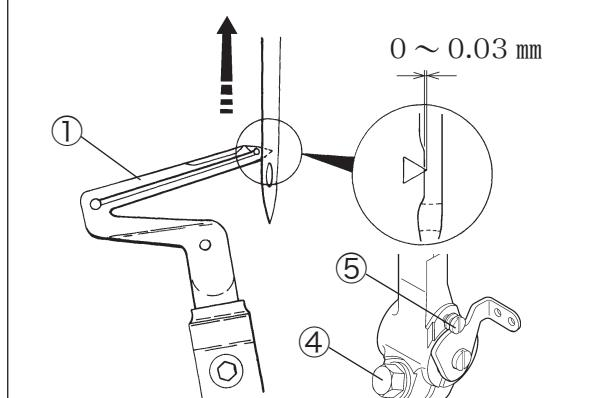

図 2-8
1. 針の高さを確認してから、針棒抱キの止ネジ②を締めてください。(P4「2.3.1 針の高さ」参照)
3. 下ルーパの前後位置を調節したとき、下ルーパの引け量を確認してから、図2-8の止ネジ④を締めてください。
4. 蓋ネジ③を取り付けるときは、液体ガスケットを塗布してください。